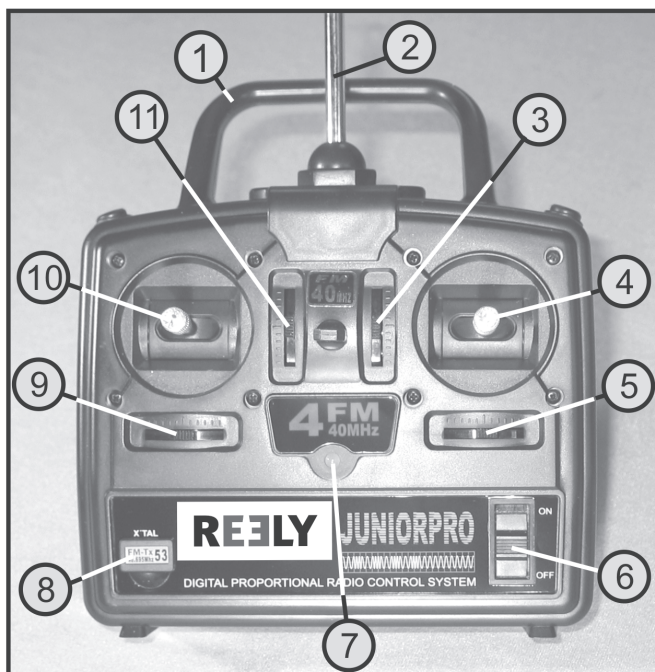

Figure 2
Une fois les accus rechargés ou les piles remplacées, ressortez complètement l'antenne d'émission et allumez, pour un essai, l'émetteur au moyen du commutateur marche/arrêt (voir figure 2, pos. 6). Le voyant LED (voir fig. 02, pos. 7) s'allume en vert et vous indique que l'alimentation en courant de l'émetteur est suffisante.
- Lorsque le levier de commande de la vitesse moteur (voir fig. 2, pos. 10) se trouve dans la position la plus basse, le régulateur émet 5 signaux sonores brefs.
Si les signaux sonores ne se font pas entendre, mettez le levier de commande de la vitesse du moteur dans la position la plus basse. Afin que le régulateur reconnaisse sans équivoque que la position du levier de commande se trouve sur la position «Moteur éteint», il peut être nécessaire de pousser également le trimmer de régime du moteur (voir fig. 2, pos 11) de la position centrale un peu plus vers le bas.